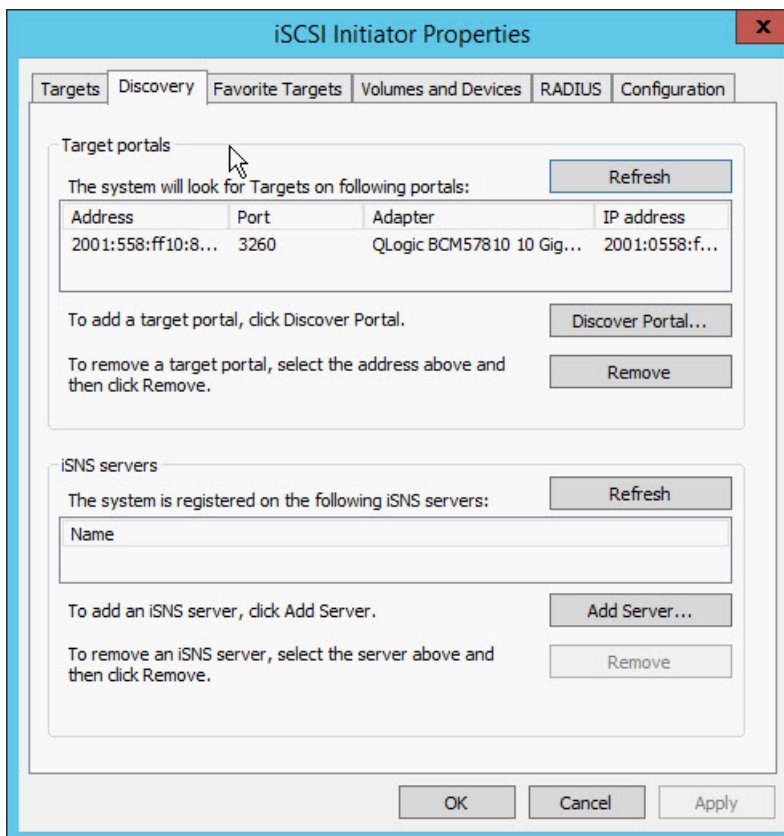

図 11-12. iSCSI Initiator Properties (iSCSI イニシエータプロパティ) : Discovery (検出) ページ
7. iSCSI Initiator Properties (iSCSI イニシエータプロパティ) で **Discovery** (検出) タブをクリックし、Discovery (検出) ページで **OK** をクリックしてターゲットポータルを追加します。図 11-12 はその一例です。